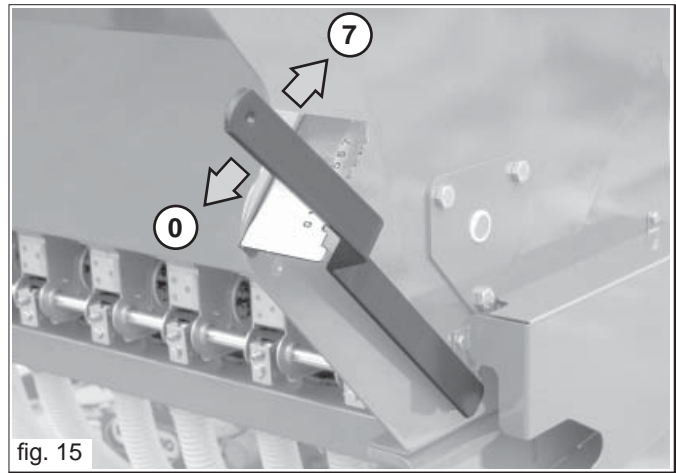

fig. 15
La palanca de regulación de los palpadores (Fig.15) está situada en el lado derecho de la máquina y trabaja en base a una escala graduada de 1 a 7 posiciones. De acuerdo al tipo de semilla utilizado, es necesario colocar la palanca según el número obtenido en la tabla de siembra. Coloque la palanca del fondo móvil (a la derecha de la tolva) en el índice de 7 posiciones (Fig.15):
- 1) coloque la palanca (Fig. 15) en la posición «0»;